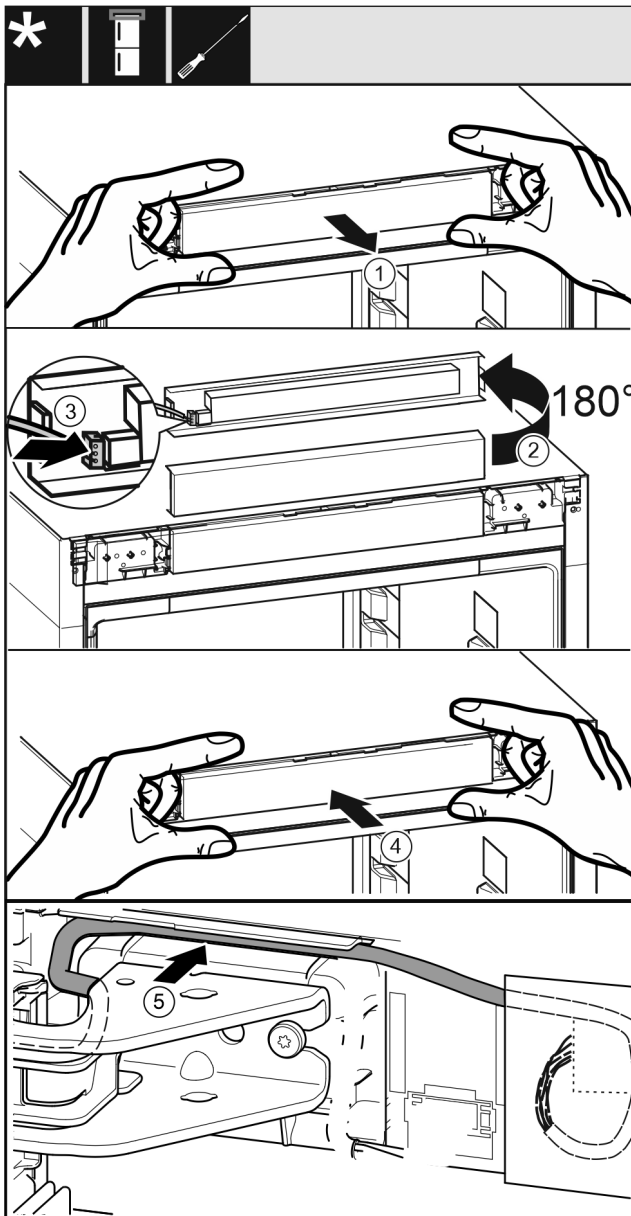

Fig. 57
- ▶ Осторожно извлеките фальшпанель Fig. 57 (1).
- ▶ Поверните фальшпанель Fig. 57 (2) вверх на 180°.
- ▶ Зафиксируйте штекер Fig. 57 (3) на фальшпанели.
- ▶ Снова зафиксируйте фальшпанель Fig. 57 (4) на устройстве.
- ▶ Осторожно проложите кабель Fig. 57 (5) в направлении над верхним опорным кронштейном.